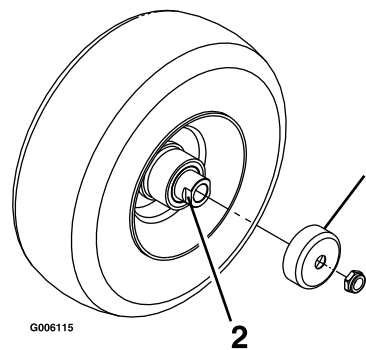

**Figura 44**
9. Retire el adaptador de engrase del punto de engrase. Instale el tapón hexagonal y la tapa (Figura 44).